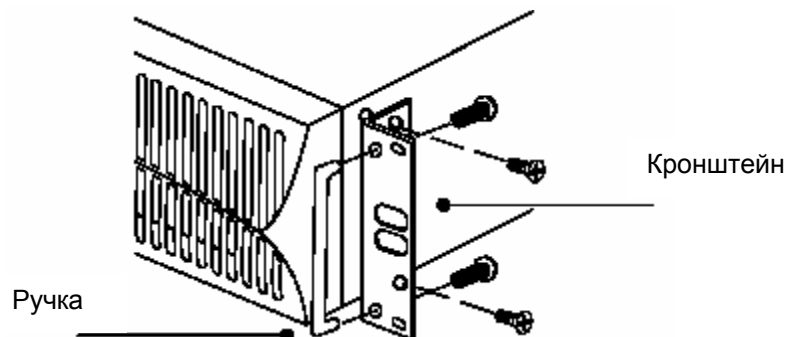

Рисунок 2. Установка кронштейнов
2. С помощью винтов из поставляемого дополнительного набора прикрепите ручки к кронштейну (см. рис. 2).
3. Совместите кронштейны с отверстиями на боковых поверхностях ИБП и прикрепите их винтами, входящими в поставку (см. рис. 2).